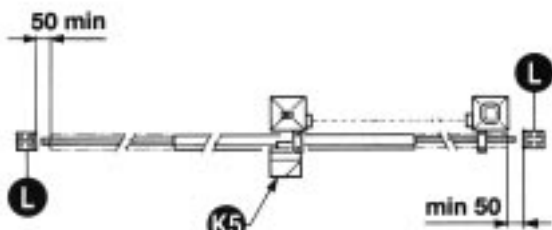
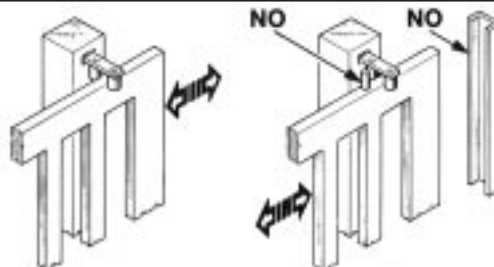

Fig. 2
Fig. 3
È necessario che la guida abbia alle sue estremità due fermi meccanici (L) (Fig. 2). Inoltre, le colonne devono avere superiormente delle guide antideragliamento (Fig. 3).
The guide needs to have two mechanical stops (L) of the type indicated at its ends (Fig. 2).
In addition, the columns must have anti-derailment guides at the top (Fig. 3).
The gate must be protected against unintentional derailment and must move without frictions. N.B. Eliminate the mechanical stops of the type indicated in Fig. 3.
Il est nécessaire que le guidage ait à ses extrémités deux arrêts mécaniques (L) du type indiqué (Fig. 2). En plus, les colonnes doivent avoir dans la partie supérieure des guidages antidéraillement.
Éliminer les arrêts mécaniques du type décrit (Fig. 3).
Die Führungsschiene muß an beiden Enden mechanische Sperrungen (L) haben, wie in der Abbildung dargestellt ist (Fig. 2). Darüberhinaus müssen die Säulen über Entgleisungsschutzvorrichtungen verfügen (Fig. 3).